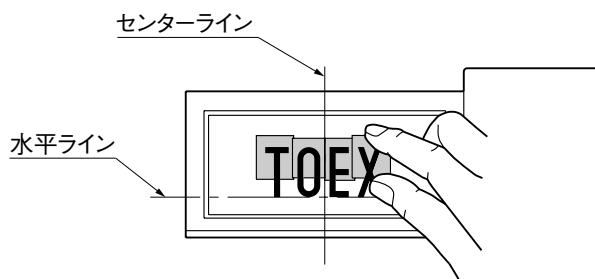

図4-3
- ③水平ラインと文字の位置を合わせ、文字をセンターラインから左右等間隔になるよう仮貼りしてください。(図4-3参照)